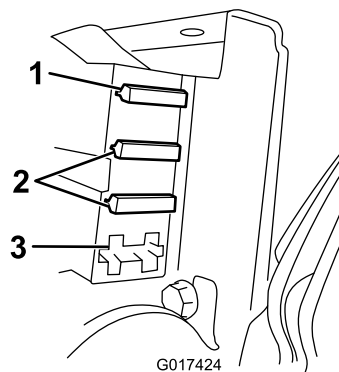

Figura 36
3. Controllate i fusibili nel portafusibili (Figura 36).
- Se un fusibile è bruciato, sostituitelo con un altro di voltaggio e amperaggio adeguati (Figura 36).